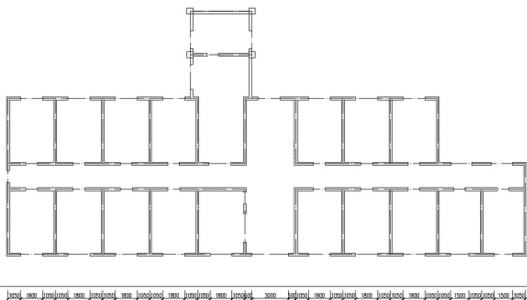

图 3.42 标注第一道尺寸线
② 在**指定第二条尺寸界线原点或 [放弃(U)/选择(S)]<选择>**: 提示下，用相同的方法依次向右标注，结果如图 3.42 所示。在操作过程中，可以使用【平移】命令调整视图，以方便操作。